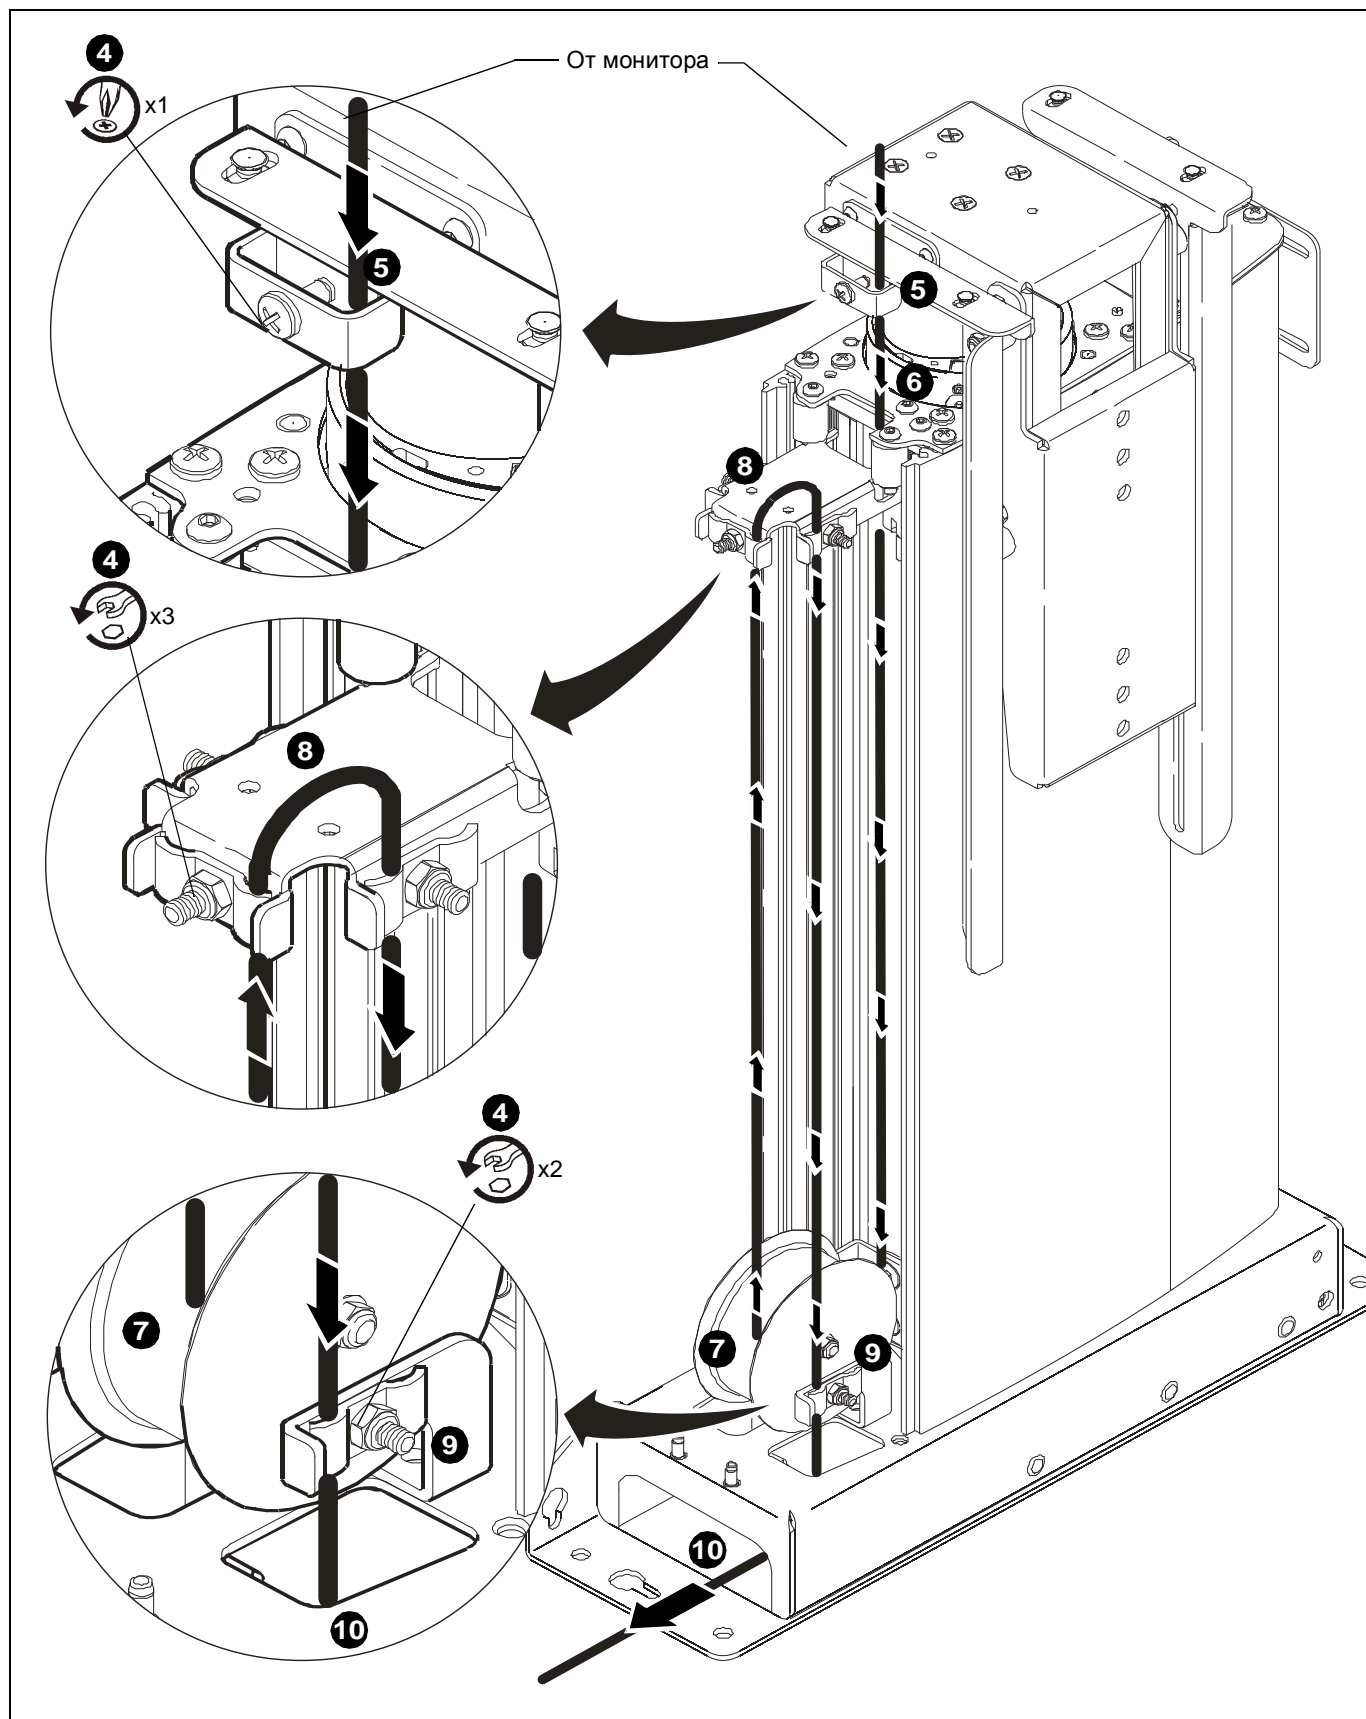
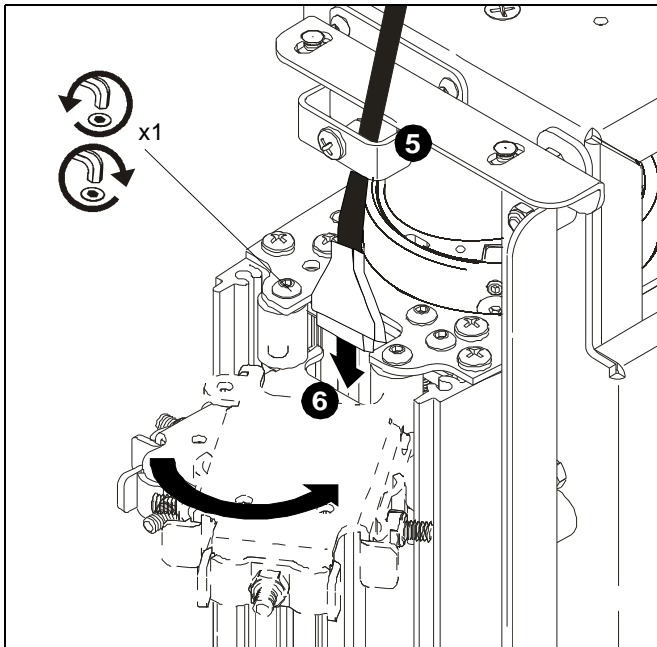

рис. 10
рис. 11
4. Ослабьте шесть зажимов кабеля. (см. рис. 10)
5. Проложите кабель вниз через верхний зажим кабеля. (см. рис. 10) и (см. рис. 11)
6. Проложите кабели вниз через отверстие на задней части монтажного кронштейна среднего зажима кабеля. (см. рис. 10) и (см. рис. 11)
ПРЕДОСТЕРЕЖЕНИЕ. оборудование монтажа кронштейна НЕОБХОДИМО установить повторно и закрепить перед продолжением прокладки кабеля. (см. рис. 11)
7. Проложите кабель под кабельным шкивом и вверх через передний кабельный зажим на среднем монтажном кронштейне зажима кабеля. (см. рис. 10)
8. Намотайте кабель и проложите кабель вниз через боковые кабельные зажимы на среднем монтажном кронштейне зажима кабеля. (см. рис. 10)
ПРЕДОСТЕРЕЖЕНИЕ. при наматывании высота кабеля над крепежным кронштейном кабеля не должна превышать 25 мм (1 дюйм)! (см. рис. 10)
9. Проложите кабели вниз через нижние зажимы кабелей. (см. рис. 10)
10. Проложите кабель через отверстие доступа к кабелю в верхней части основания монтажа и отверстие доступа к кабелю на боковой части основания монтажа. (см. рис. 10)
12. Начиная от верхнего кабельного зажима и перемещаясь вниз, удалите все провисания кабелей и затяните остальные зажимы кабелей. (см. рис. 10)